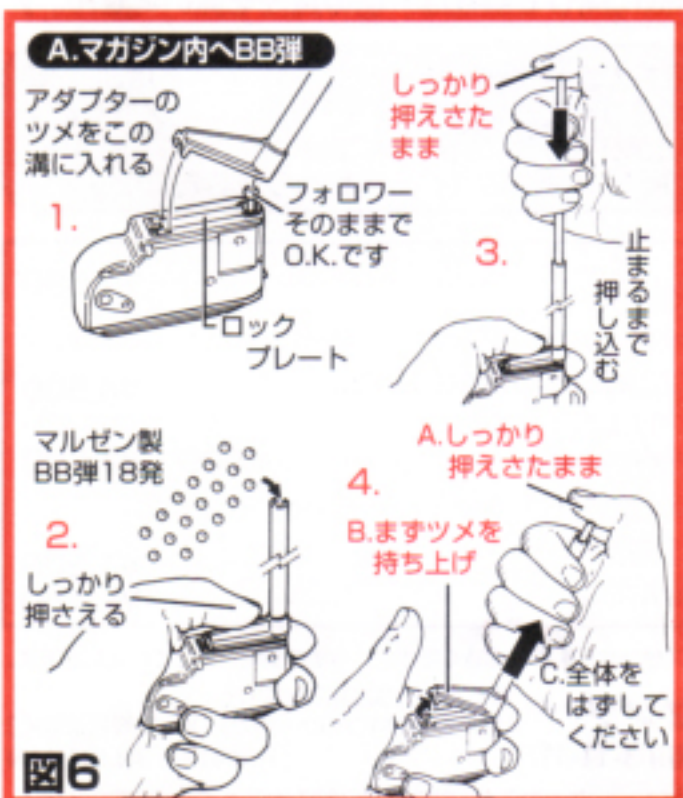

図6
A. マガジン内へBB弾 → 図6参照
1. 図6を参考に、ローダーパイプのアダプターを(フォロワーが出ていてもそのままかまいません)給弾口に合わせてから、アダプターのツメを溝に入れロックプレートを解除、しっかり押さえてください。